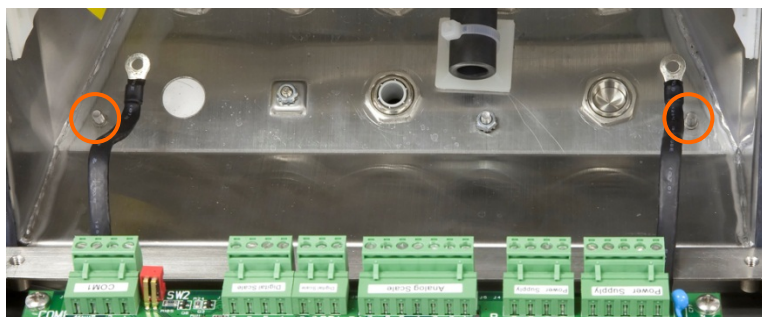

Figura 3-12: Pernos adicionales para fijación alternativa de la tapa
- C. Gire con cuidado la tapa frontal 180 grados y vuelva a fijar las dos cintas de conexión a tierra en los dos pernos en el lado opuesto de la caja como se muestra en la Figura 3-12, cerca de los manguitos de sujeción, con las dos tuercas que se retiraron en el paso anterior. Apriete las dos tuercas.